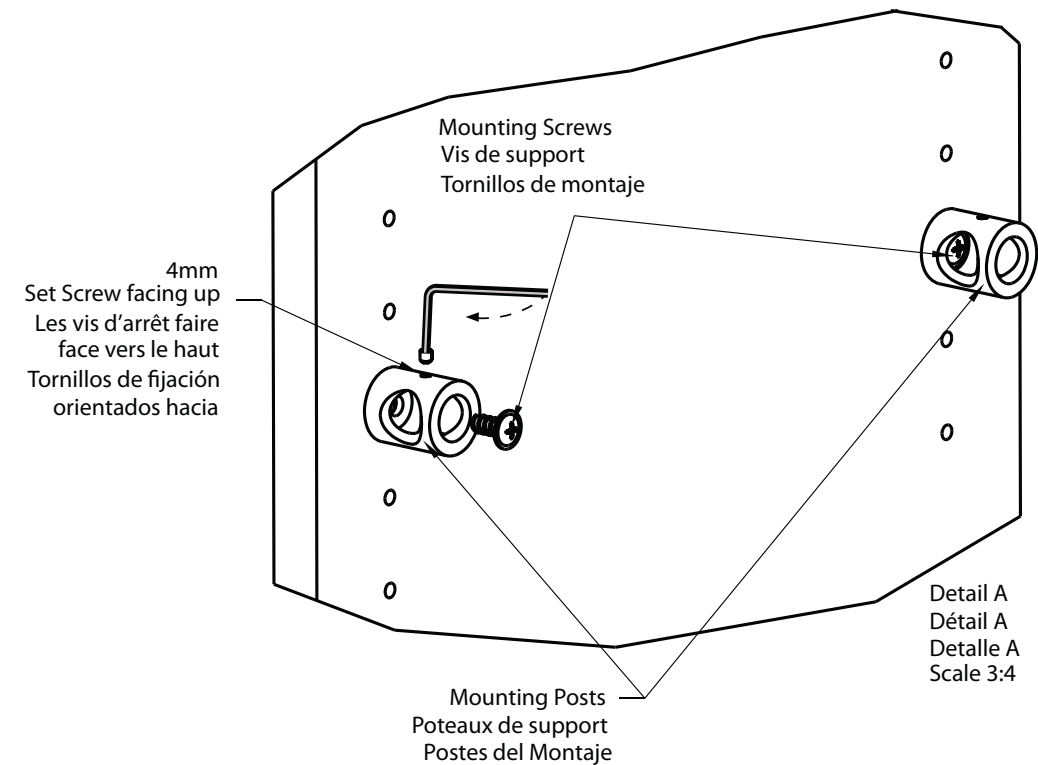

Figure 7
1. Loosely locate the mounting posts horizontally on closet panel no more than 11.75" center to center with the set screws facing up. (Figure 7)
2. The mounting posts must be aligned so the slide housing can slide into both posts at the same time. Test the fit temporarily by inserting the slide sub-assembly into both mounting posts. (Figure 7)
1. Positionner, sans les fixer définitivement, les poteaux de montage horizontalement sur le panneau de la penderie dont l'entraxe ne peut être supérieur à 29.80 cm (11.75 po). Les vis d'arrêt doivent faire face vers le haut. (Figure 7)
2. Les poteaux de montage doivent être en parfait alignement pour que le support de la coulisse puisse glisser dans les deux poteaux en même temps. Vérifier l'ajustement temporairement en insérant le montage partiel de la coulisse dans les deux poteaux de montage. (Figure 7)
1. Localice libremente los postes del montaje horizontalmente en el panel del ropero, sin apretarlos, separados a una distancia máxima de 11,75 pulgadas entre sus centros, con los tornillos de fijación orientados hacia arriba. (Figure 7)